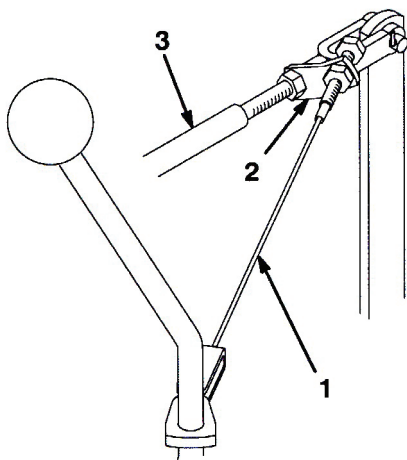

図51
1. ケーブル・アセンブリを芝刈り・昇降コントロール・ロッド・ブラケットに固定している前ジャム・ナットをゆるめる。（図51）。
3. 芝刈り・昇降コントロール・ロッドを後ろの位置に固定したまま、ケーブルのたるみが完全になるまで後ロックナットを締める（図51）。締め過ぎないように注意すること。